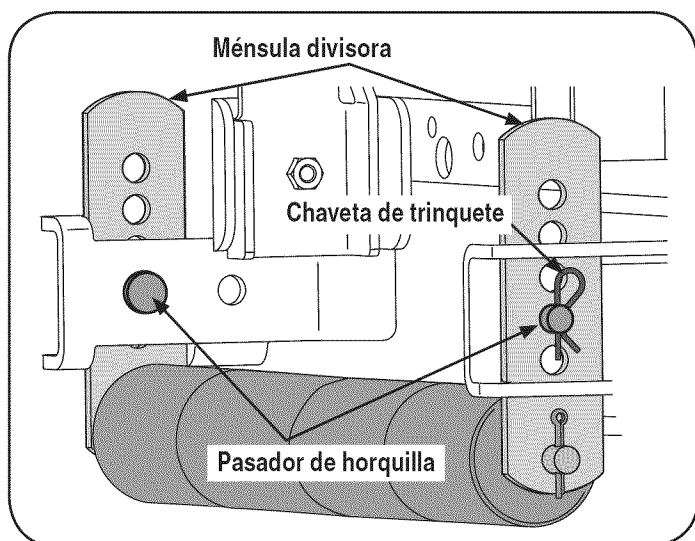

Figura 26
1. Mientras sostiene el montaje de los rodillos, extraiga el trinquete y retire el pasador de horquilla de la ménsula divisora tanto derecha como izquierda. Vea la Figura 26.
3. Alinee los orificios más cercanos de la ménsula divisora con los orificios de las ménsulas de montaje de la plataforma. Inserte el pasador de horquilla por las ménsulas de la plataforma y las ménsulas divisoras y sujételas con los trinquetes. Vea la Figura 26.